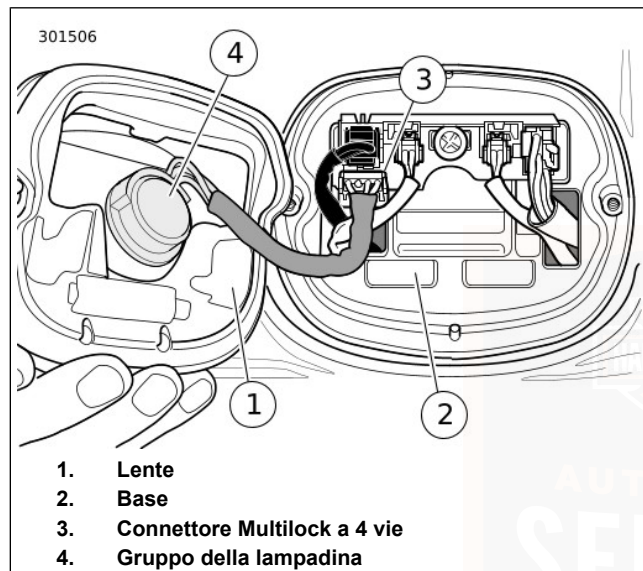

Figura 50. Luce posteriore: modelli FLSTC/FLSTF
Figura 50 mostra la luce posteriore dei modelli FLSTC e FLSTF. Le luci posteriori dei modelli FXST, FXSTC e FXSTB sono simili tra loro, ma diversamente orientate di 180°.
1. Vedere la Figura 50. Rimuovere dalla base le due viti e la lente.